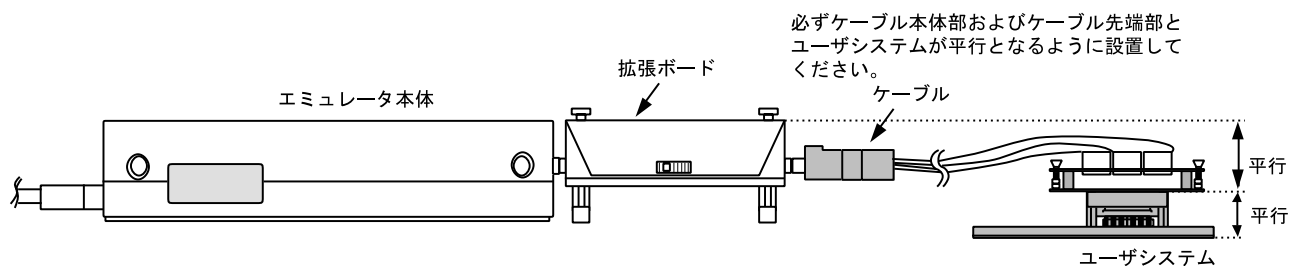

図13 設置例
- (1) ユーザシステムへの接続時には1ピン位置に十分注意して、誤接続は絶対にしないでください。
- (2) 本ユーザシステムインタフェースケーブルを使用する場合の推奨マウントパッド寸法は、MCU実装用マウントパッド寸法とは異なりますので注意してください。
- (3) ケーブル本体部が断線する可能性がありますので、本ユーザシステムインタフェースケーブルの上に重いものや金属等の角の尖ったものを置かないでください。
- (4) ユーザシステムに接続した状態では、ユーザシステムインタフェースケーブル、特にケーブル先端部に無理な力が加わらないように注意する必要があります。図13の設置例を参照してご使用ください。